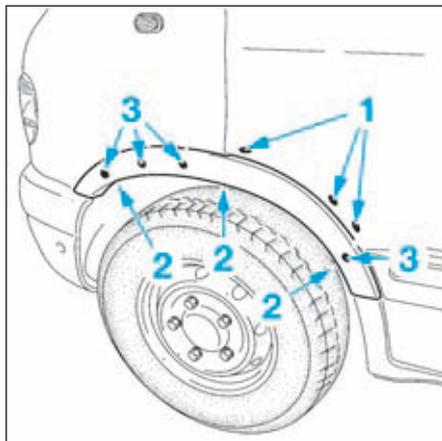

FIG.131
- Déposer les vis de fixation (1) et (2) (Fig.131).
- Tirer la baguette en (3) pour la dégrafer.